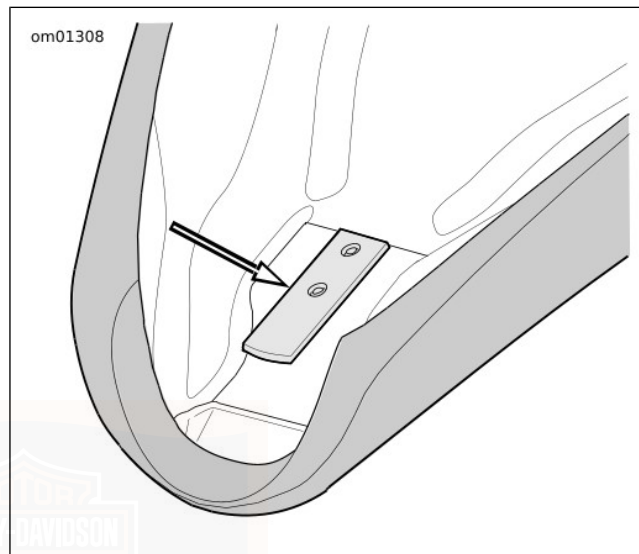
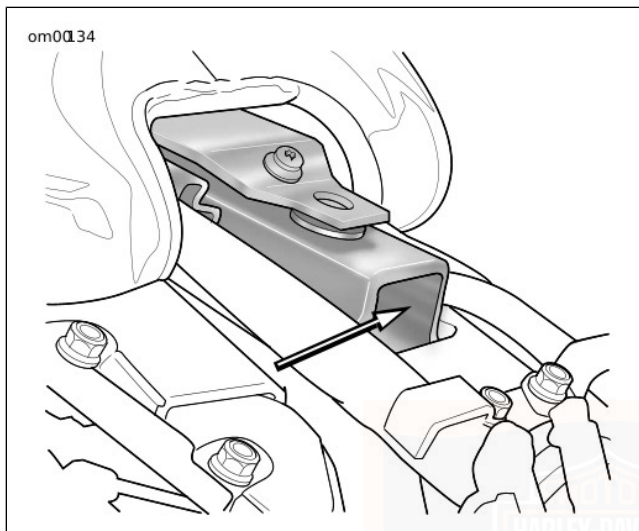

Figura 63. Linguetta della sella (tipica)
Figura 64. Dorsale del telaio
Vedere Figura 63 e Figura 64. Le motociclette Softail (tranne i modelli FXCWC e FLSTSB) sono dotate, sotto la sella, di una linguetta che scivola in una fessura sotto l'estremità del telaio.
2. Vedere Figura 63. Spingere indietro la sella in modo da liberare la linguetta – che si trova sulla parte anteriore della sella – dalla fessura o dalla staffa della dorsale del telaio.